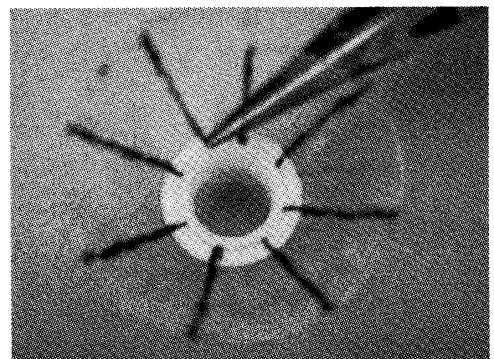

図 13 先端部の加工
(17)図 13 に示すように、ラジオペンチをペットボトルの先端部分に差し込み、ほぼ水平に折り曲げる。